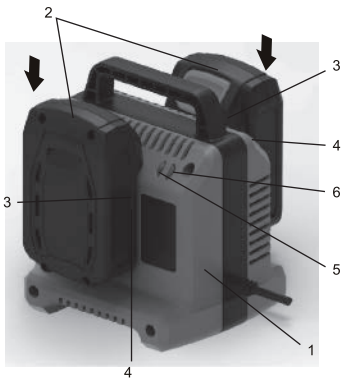

Figure 2
1. Placez le chargeur de batterie (1) dans un endroit sec à proximité d'une prise de courant 110 à 120 V 60 Hz (figure 2).